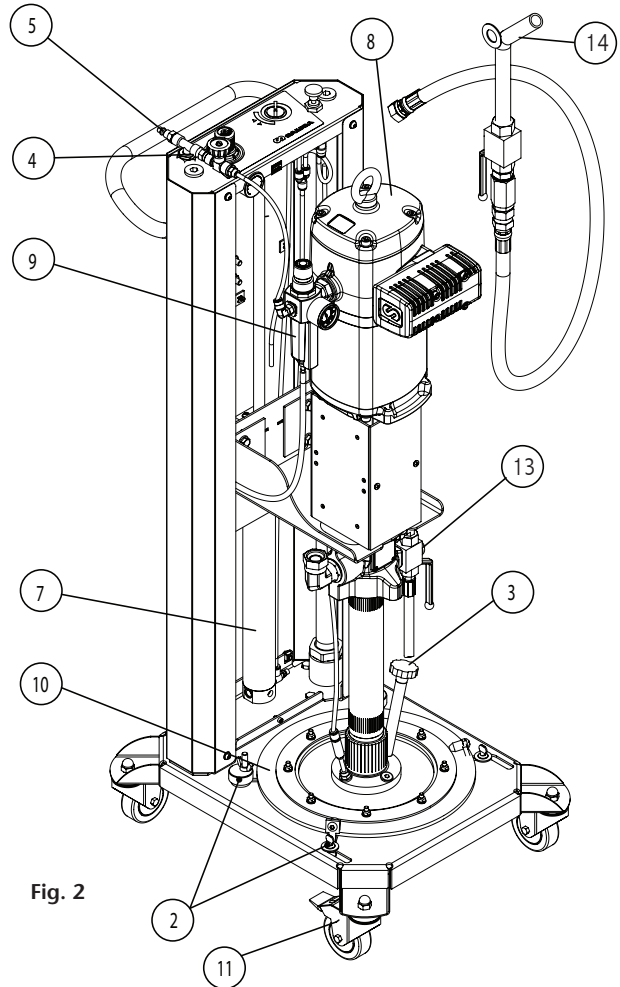
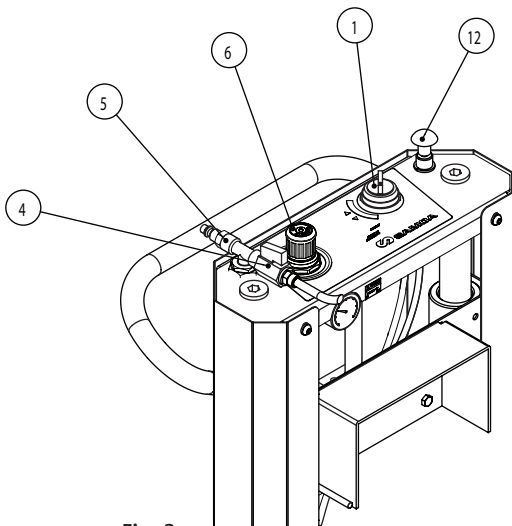

Fig. 2
Fig. 3
Una vez verifique que su equipo contiene todos estos elementos (Fig. 2) conéctelo a una entrada de aire comprimido de 10 bar como máximo, a través de la entrada de aire al inductor (5). Regule la presión de entrada del elevador a 5-6 bar mediante el regulador (6) (Fig. 3).